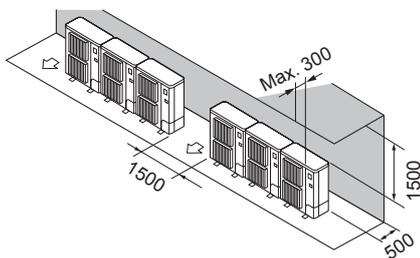

Fig. 2-13
- ② Csak hátul és fent vannak akadályok (Fig. 2-13)